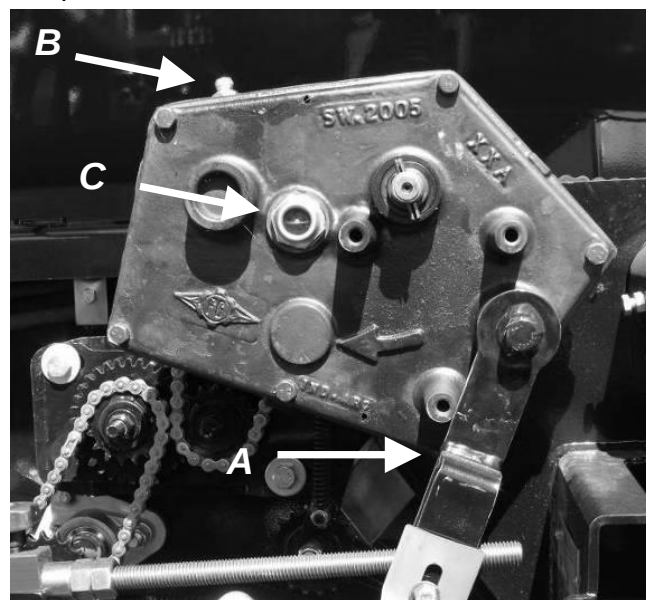

Figure 23
- ☞ La transmission variable [Figure 23] qui entraîne le système de distribution utilise de l'huile trans-hydraulique claire. Contenance : 1.75 litres.
Pour vidanger l'huile, enlevez le bouchon de vidange [figure 23, A] au bas du carter de la transmission. Pour faciliter l'écoulement, enlevez le bouchon de remplissage [figure 23, B]. Réinstallez le bouchon de vidange, puis remplissez la transmission avec de l'huile trans-hydraulique claire jusqu'au niveau recommandé. Une fenêtre indique le niveau d'huile à froid [figure 23, C]. Vérifiez le niveau d'huile à tous les jours, remplir au besoin.